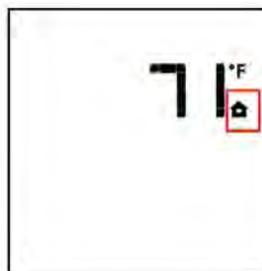

Figure 44. Arrêt complet du brûleur.
■ Appuyez sur la touche ON/OFF de la télécommande. L'afficheur indiquera seulement la température ambiante et l'icône de la maison. En même temps, le récepteur de télécommande désactivera la demande de chauffage et le brûleur tombera en arrêt complet (Fig.44 Un bip du récepteur confirmera la réception de la commande.